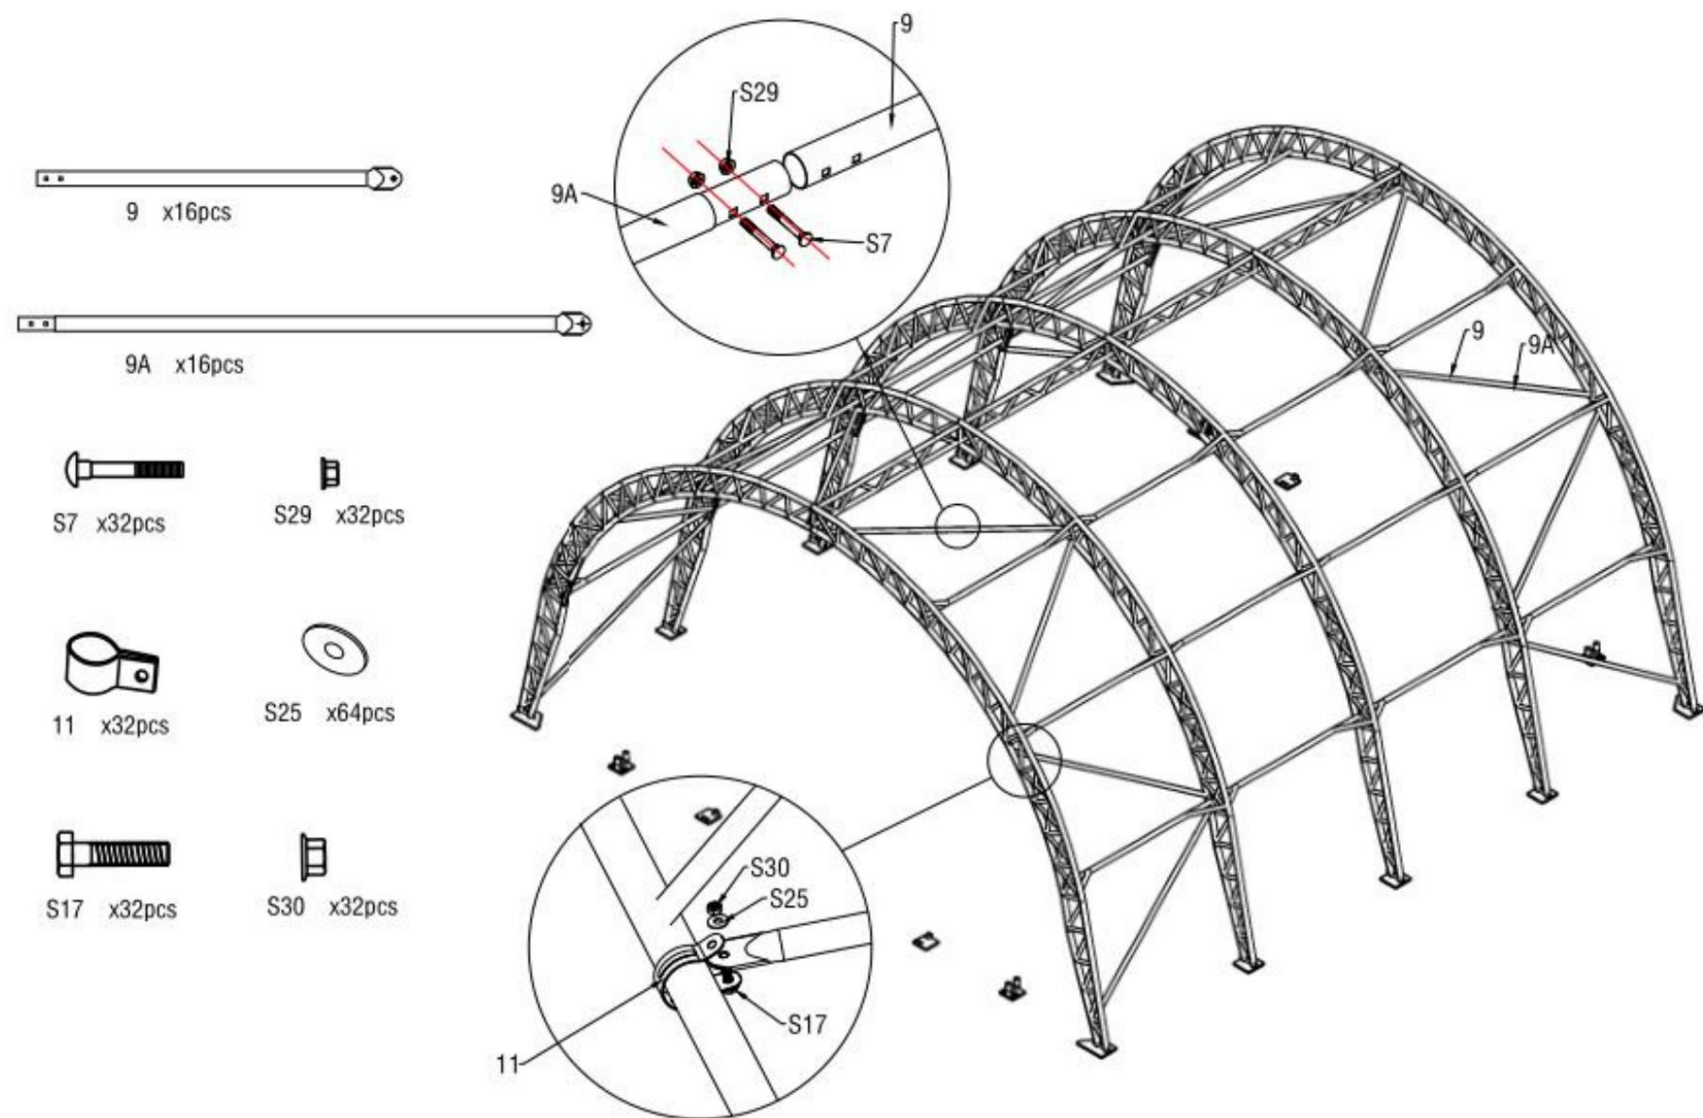

Figure 10
6. Comme illustré sur la figure 10, repérez le tube de support diagonal femelle (n° 9) et le tube de support diagonal mâle (n° 9A), puis assemblez chaque groupe de tubes de support à l'aide d'un boulon à tête carrée M8x60 (n° S7) et d'un écrou à embase M8 (n° S29). Fixez ensuite le tube de support diagonal à l'arche à l'aide de l'agrafe (n° 11).